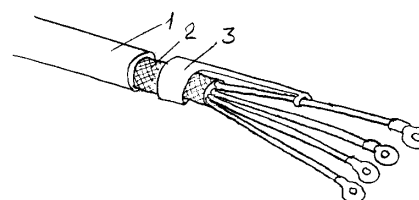

рис.8
**Способ заземления кабельного экрана** описан в патенте Японии 4-19775 (рис.8). Часть кабеля 1 освобождается от изоляции и меньшая часть разделяется. При этом остается часть кабеля в металлическом экране 2. На эту часть надевается и обжимается металлическая деталь 3 с выступом, который охватывает одну из жил кабеля, используемую для заземления экрана. Остальные жилы кабеля используют по назначению.